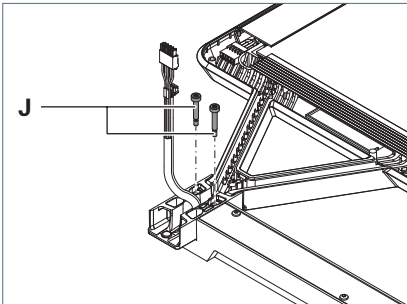

Fig. 13: Leuchtenkopf 1 fixieren.
2. Ziehen Sie die beiden Stellschrauben **J** an, bis die Schraubenköpfe bündig mit dem Adapter abschließen, siehe Fig. 13.